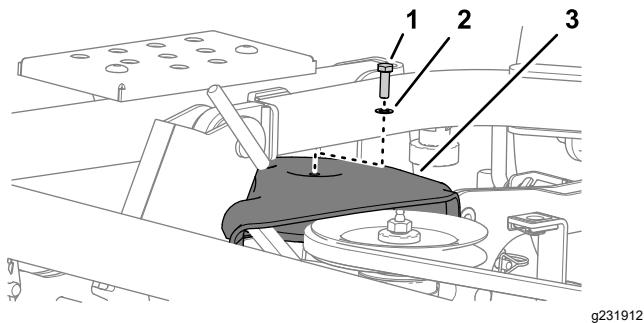

Figure 117
- Retirez le boulon et la rondelle qui fixent le couvercle de poulie au plateau de coupe (Figure 117).
- Placez le couvercle de poulie sur la poulie à l'extrême droite ; voir Figure 117 sous Dépose du couvercle de poulie \(page 84\).